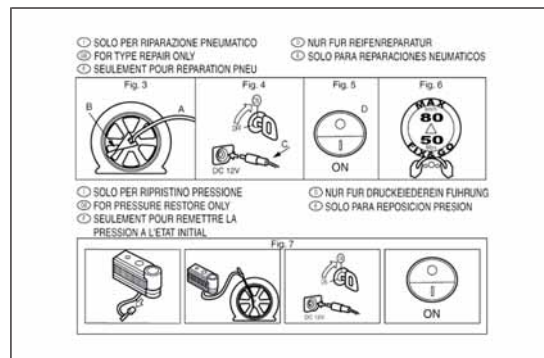

РИС. 127
- информационный листок РИС. 127 для правильного использования комплекта для срочного ремонта шин, который в дальнейшем должен быть передан персоналу для ремонта обработанной комплектом шины;